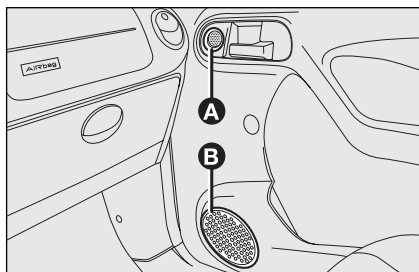

fig. 97
- ☐ due altoparlanti tweeter **A-fig. 97** e due woofer **B** da 40 W max ciascuno sulle porte anteriori;